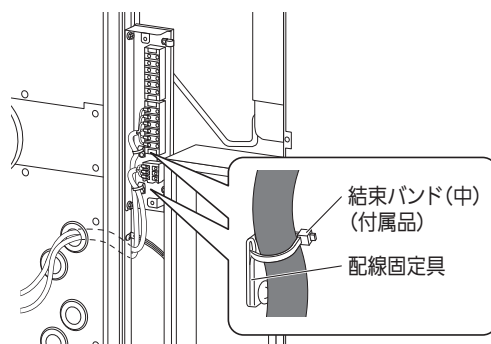

図 23
- ④ 外部入出力線を結束バンド (中: 各 1 本 (2 カ所) 付属品) を使用して、配線固定具に共締めしてください。(図 23)